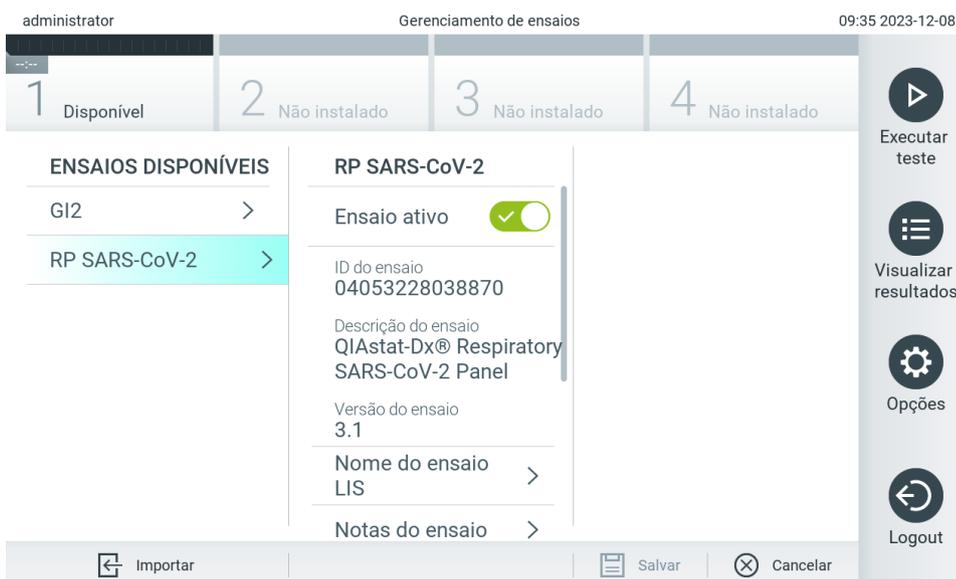

Figura 57. Gerenciando ensaios disponíveis.
1. Pressione o botão Options (Opções) e o botão Assay Management (Gerenciamento de ensaios) para acessar a tela Assay Management (Gerenciamento de ensaios). Os ensaios disponíveis são listados na primeira coluna da área de conteúdo (Figura 57).